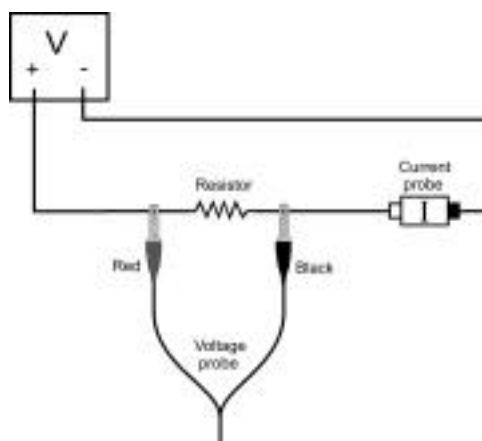

Figure 1
3. Avec le générateur débranché, montez le circuit (source, résistance de 10- Ω fils et pinces) comme illustré dans la figure 1. Il faut que la borne positive du générateur et la sortie rouge de la sonde de tension et de courant soient connectées comme sur la figure 1. **Note :** Branchez les connecteurs rouges plus près, électriquement parlant, du côté positif du générateur.